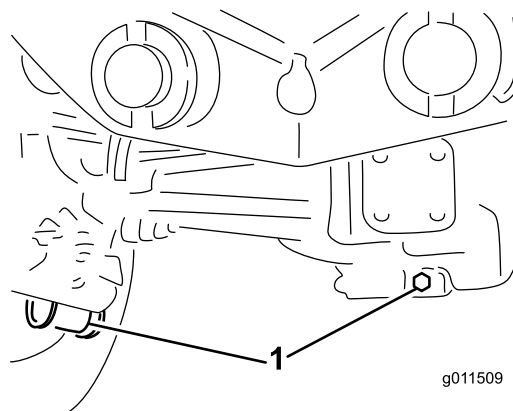

Figura 91
2. Pulite attorno ai tre tappi di spurgo, uno per lato ed uno in centro (Figura 91).